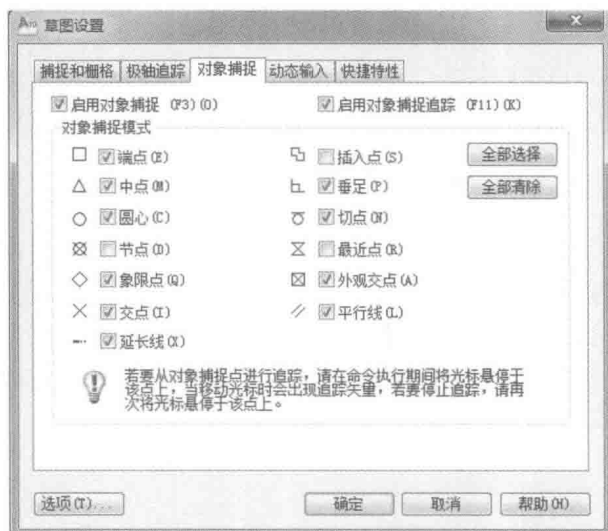

图 1-15 “对象捕捉”选项卡
2) 自动捕捉。设置对象捕捉时，右键单击状态栏中的 “对象捕捉”按钮，选择“设置”选项，或者单击下拉菜单“工具/草图设置”，出现“草图设置”对话框；选择“对象捕捉”选项卡，然后在对象捕捉模式下选中需要自动捕捉的特征点，如图 1-15 所示。